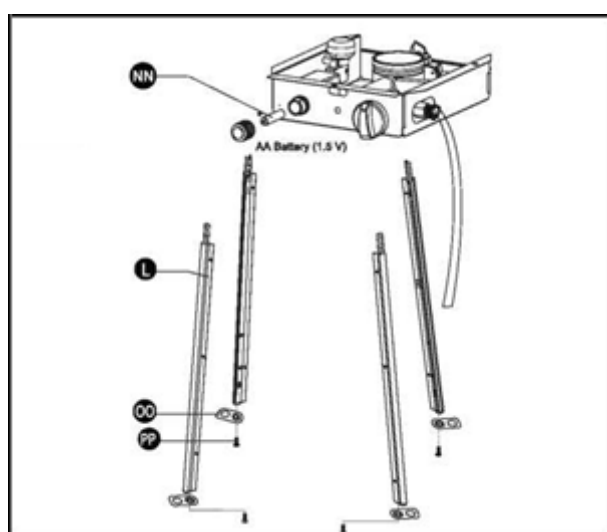

Рис. 5. Сборка нижней опоры.
2. Открутите фиксатор батарейки, установите батарейку типа AA в отсек для батареи (NN), затяните фиксатор (примечание: батарейка не входит в комплект обогревателя, приобретается отдельно). Прикрепите анкерный кронштейн 4 шт. (OO) к 4 шт. нижней опоре (L) с помощью 4 шт. винтов M6X12 (PP), как показано на Рис.5.
Вставьте штифты блока управления в сборе (К) в отверстия нижней опоры (L), нажмите, чтобы закрепить штифты. С помощью 4 шт. винтов 3/16" (НН) закрепите нижнюю опору (L) и блок управления в сборе (К), как показано на Рис.5.